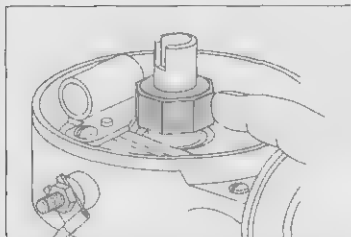

Рис. 12.31 Смажьте кулачок валика небольшим количеством смазки, в противном случае она разбрызгается и забрызгает контакты
1. Вольните на указательный палец немного смазки для валика и разотрите его по кулачку прерывателя (рис. 12.31).